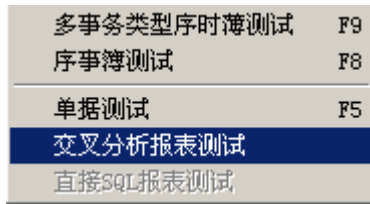

图 12-20
- 2、在 K/3 BOS IDE 界面，单击【运行】→【交叉分析报表测试】，如图 12-20 所示：